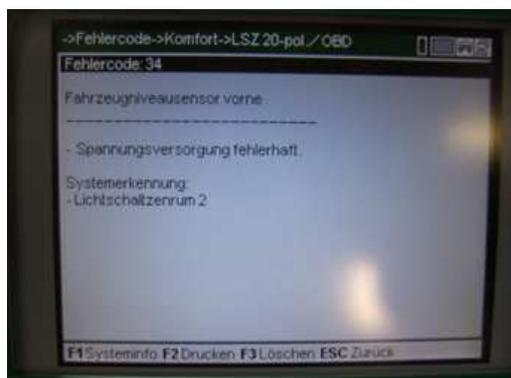

Fig. 2
2. In questo caso viene rilevato un problema nell'alimentazione elettrica del sensore anteriore altezza veicolo (vedi fig. 2).